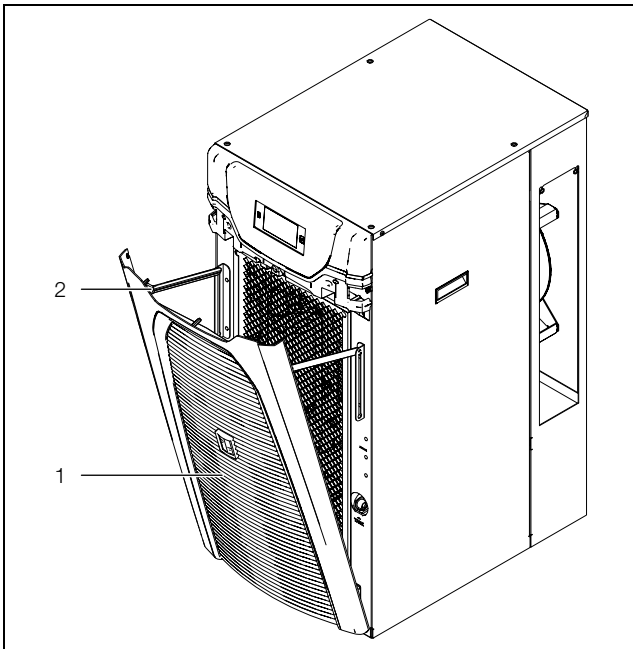

Abb. 35: Lamellengitter aufklappen 3334400
- Klappen Sie das Lamellengitter unterhalb des Gürtels nach vorne auf (Abb. 35, Pos. 1).